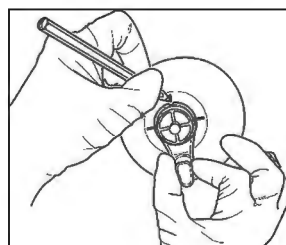

Figura 4
6. Come indicato nella figura 4, con la clessidra dell'ELD centrata sul sito di iniezione dell'espansore tissutale, fare un segno con una penna a inchiostro in ciascuna delle quattro tacche lungo il perimetro anteriore del supporto dell'ELD.